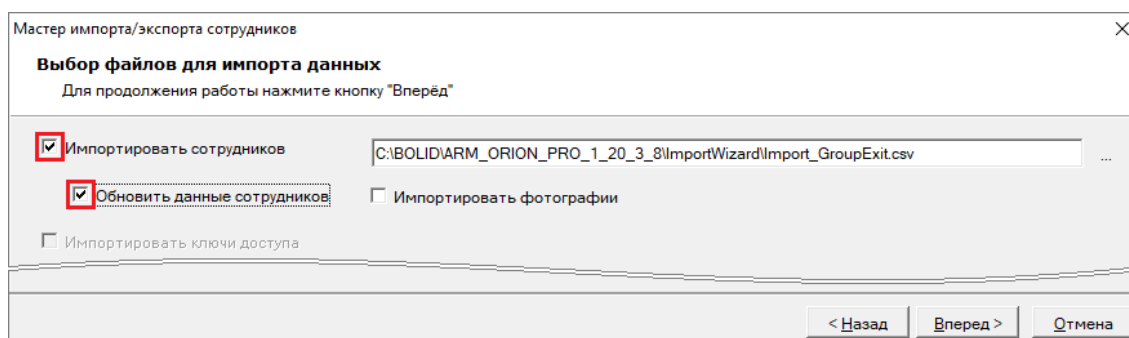

Рисунок 15-52 Выбор импорта в режиме обновления данных персонала
- 2) В шаге «Выбор файлов для импорта данных» (см. п. 15.4.1) выбрать импорт в режиме обновления данных персонала, то есть установить флаги для параметров «Импортировать сотрудников» и «Обновить данные сотрудников» (см. Рисунок 15-52);